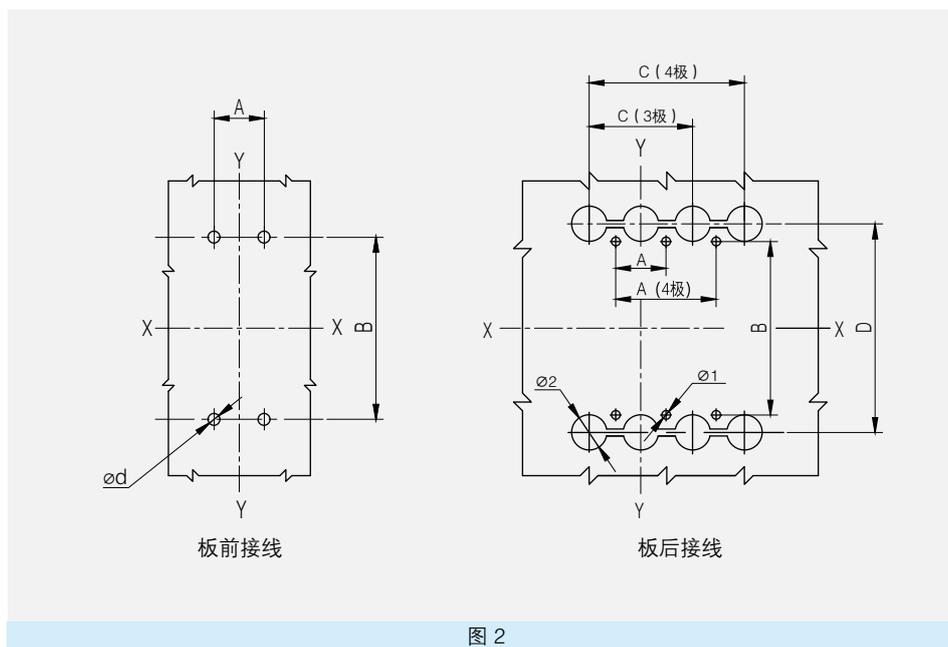

图 2
5.2 固定式断路器安装板的开孔尺寸见 图2 和表6。( X-X,Y-Y为三极断路器的中心 )